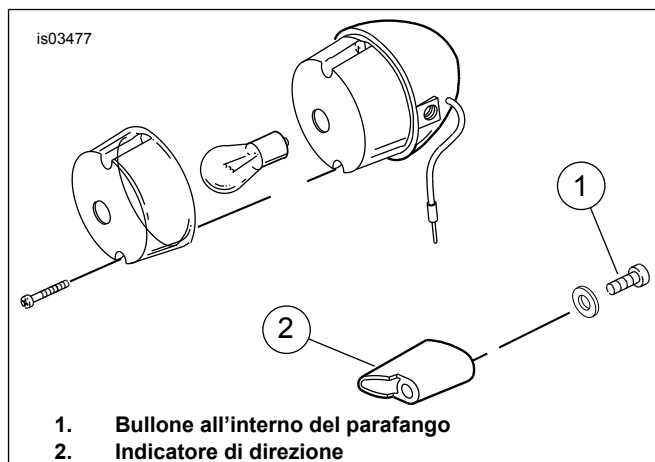

Figura 3. Indicatore di direzione posteriore dei modelli Dyna (tipico sostegno tipo airfoil)
2. Vedere Figura 3. Rimuovere il sostegno esistente della luce togliendo il bullone e la rondella (se in dotazione) all'interno del parafrangente posteriore, quindi rimuovere il guscio della luce dal sostegno. Conservare la bulloneria per l'installazione. Eliminare il sostegno.